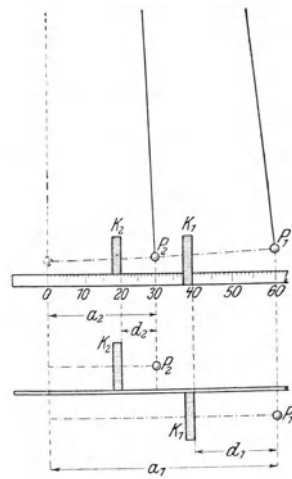

Fig. 78.
**Anleitung.** a) Stelle zwei Pendel her, deren Längen gleich und möglichst groß sind. Ordne sie so an, daß die Kugeln in der Gleichgewichtslage einen Abstand von  $\sim 4$  cm haben. Lege den Meterstab so zwischen die Kugeln, daß die Teilung senkrecht zu der Geraden steht, die die Mitten der Kugeln verbindet. Ziehe die eine Kugel  $P_1$  (Fig. 78) um  $a_1 = 60$  [cm] und die andere Kugel  $P_2$  um  $a_2 = 30$  [cm] seitwärts, und zwar beide nach derselben Seite; miß dabei die Ausweichungen auf dem Meterstab ab. Stelle zwei Klötze  $K_1$  und  $K_2$  so auf, daß die Kugeln dagegen stoßen, sobald sie den dritten Teil ( $d_1$  und  $d_2$ ) ihrer wagerechten Abstände ( $a_1$  und  $a_2$ ) von der Gleichgewichtslage zurückgelegt haben.